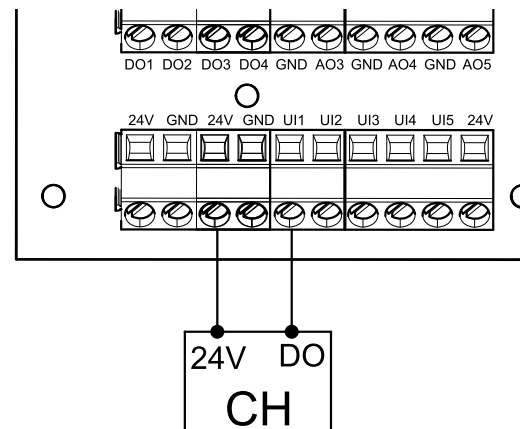

Bild 35 Anschließen der Dunstabzugshaube
1. Steuerleitungen von der Dunstabzugshaube an einen beliebigen freien Universaleingang und 24 V auf der externen Anschlussplatine anschließen (Abbildung 35). Weitere Informationen zur Anschlussplatine finden Sie unter 8.2 Externe Anschlüsse (außenliegenden Anschlussbox), Seite 180.